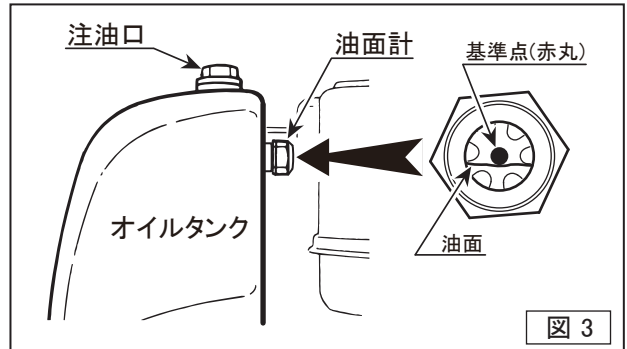

図 3
- オイルタンクの油面計を見て、作動油が規定量(ゲージの中間)入っているか確認してください。出荷時には出光ダフニースーパーハイドロ46ST(220)が入っております。(図3)